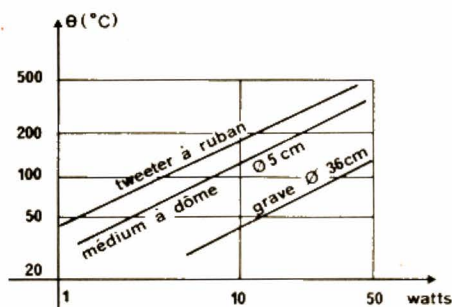

Fig. 25. - Accroissement de la température en fonction de la puissance.
Le projet mécanique est presque entièrement défini aujourd'hui par les conditions sévères de température que connaissent les petits haut-parleurs montés en coffret clos, la limitation de puissance électrique admissible étant finalement directement liée à la température de la bobine mobile comme en témoigne la figure 25 (8). Selon cette référence, la constante de temps thermique, c'est-à-dire, le temps au bout duquel la température a atteint 63 % de la valeur en régime permanent serait comprise entre 0,3 s (équipages à faibles dimensions équipant les tweeters) et 9s (bobines mobiles de diamètres supérieur à 40 mm et équipant les haut-parleurs grave). On en déduit qu'un régime de température aussi vite établi rend particulièrement vulnérables les tweeters soumis à une tension élevée ; d'où la nécessité de leur adjoindre des protections « rapides » extérieures, que nous décrirons au chapitre XIII.